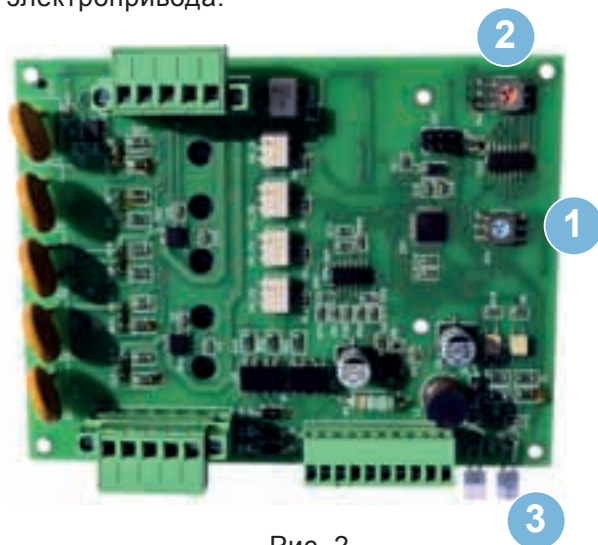

Рис. 2
- Плата бесконтактного тиристорного пускателя (ПРТ) (рис. 2).
Плата бесконтактного тиристорного пускателя (ПРТ) (рис. 2)